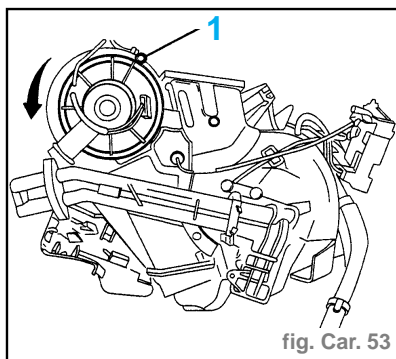

fig. Car. 53
Attention : Déposer la vis (1) qui peut être présente dans certains cas de montage en réparation (fig. Car. 53).